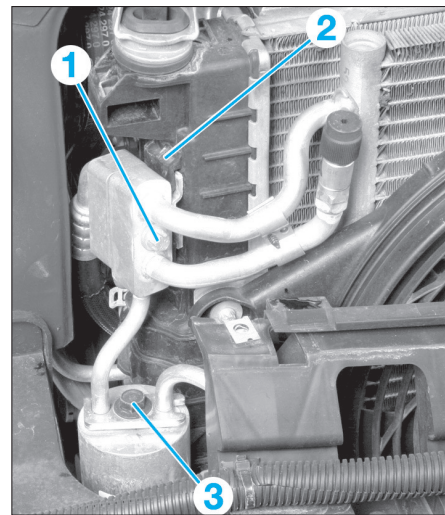

FIG. 4
- Dévisser le raccord supérieur droit (1) et le dégager de son support (2) (Fig.4).
- la vis du raccord de la cartouche déshydratante (3),